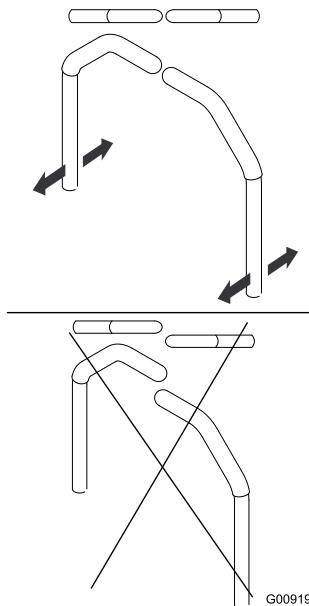

Figure 84
4. Réglez l'alignement avant/arrière des leviers en les plaçant tous deux à la position POINT MORT, puis faites-les coulisser jusqu'à ce qu'ils soient alignés, et serrez les boulons (Figure 84).